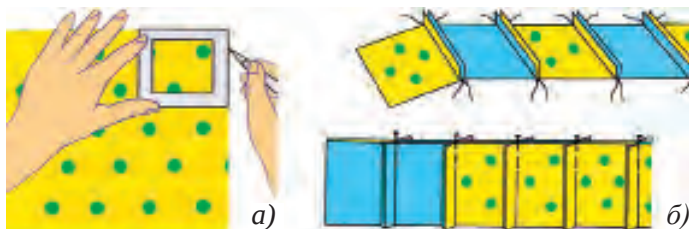

Рис.57.
1. Заданный шаблон обводится с припуском на шов в 1 см и вырезается, получается рабочий шаблон (рис.57, а).
3. Квадраты А1 и В1 соединяются лицевыми сторонами внутри и стачиваются по крайней линии припуска шириной шва 1 см. Затем к ним присоединяются квадраты С1, D1, E1, F1 и т.д. Так же готовятся следующие ряды (рис.57, б).
4. Ряды 1, 3, 5, 7, 9 гладятся с заутюживанием линии припуска в одну сторону, ряды 2, 4, 6, 8 – с заутюживанием линии припуска в противоположную сторону (рис.57, б).